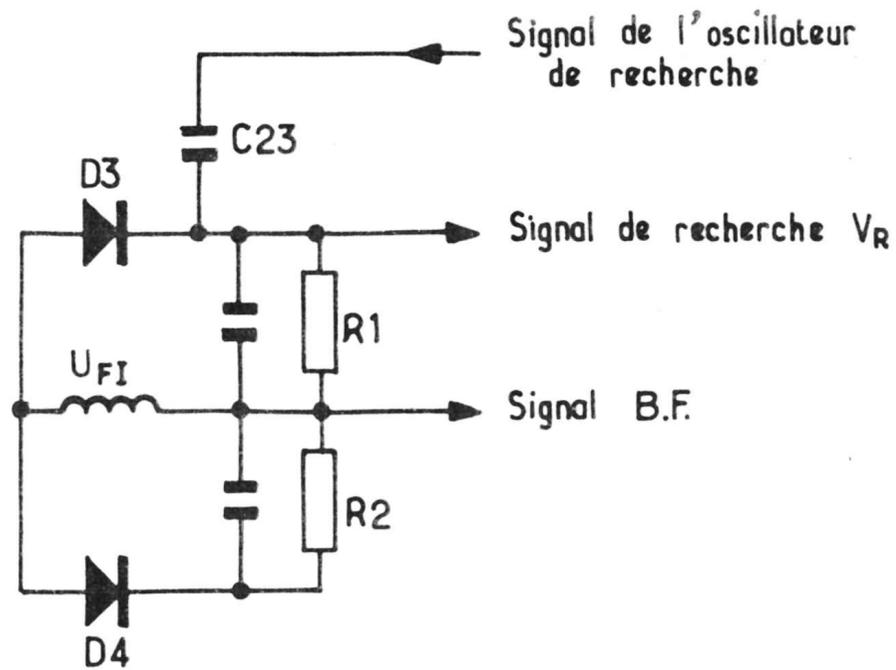

Fig : 2
Par ailleurs, lorsque l'on se trouve sur la position "RECHERCHE" la diode D3 entre en action, et le détecteur devient un détecteur symétrique dont le schéma très simplifié est représenté Figure 2.
- Si dans un deuxième temps, nous envoyons au point A, à l'aide de l'oscillateur de recherche un signal dont la fréquence est voisine de la fréquence FI (voir Fig. 2 et schéma général), il y a battement avec le signal FI, battement dont la fréquence est égale à la différence de fréquence existant entre les deux signaux, cette audio-fréquence est amplifiée par les étages BF. C'est le signal  $U_R$  qui ~~est~~ une fois filtré et amplifié déclenchera l'arrêt du moteur et le blocage du CV sur la station "trouvée".